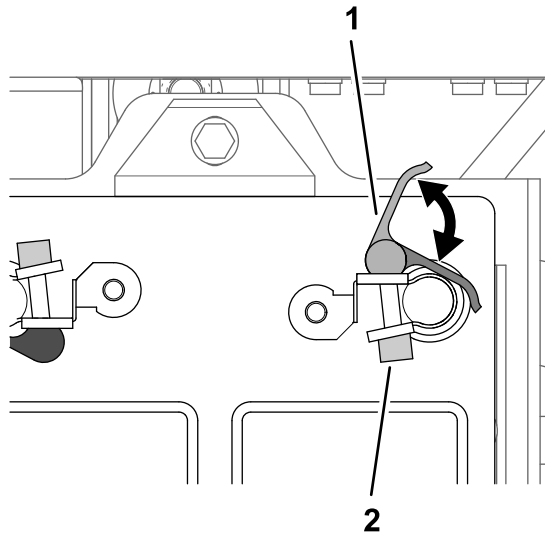

図 207
2. 黒色ハンドル付きクイックコネクタクランプのラッチハンドルを開ける 図 207。
4. クイックコネクタクランプのラッチハンドルを閉じる 図 207。